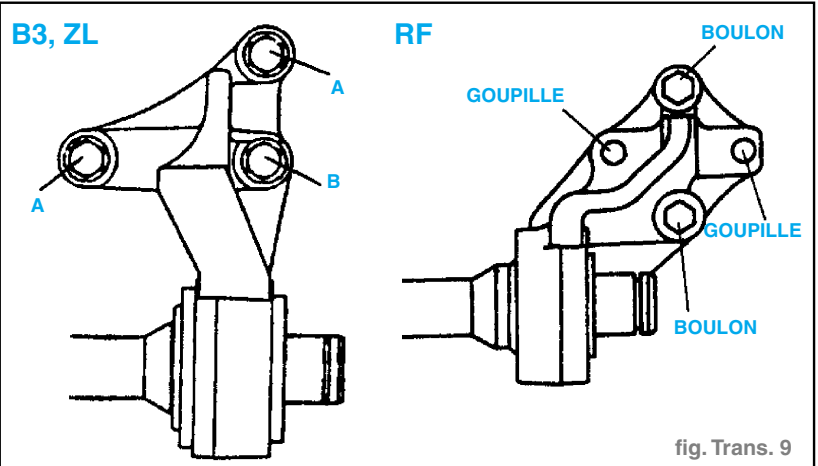

fig. Trans. 9
- (B3, ZL) Serrer les boulons **A**, puis serrer le boulon **B** (fig. Trans. 9).
- (RF) Insérer les goupilles, puis serrer les boulons.